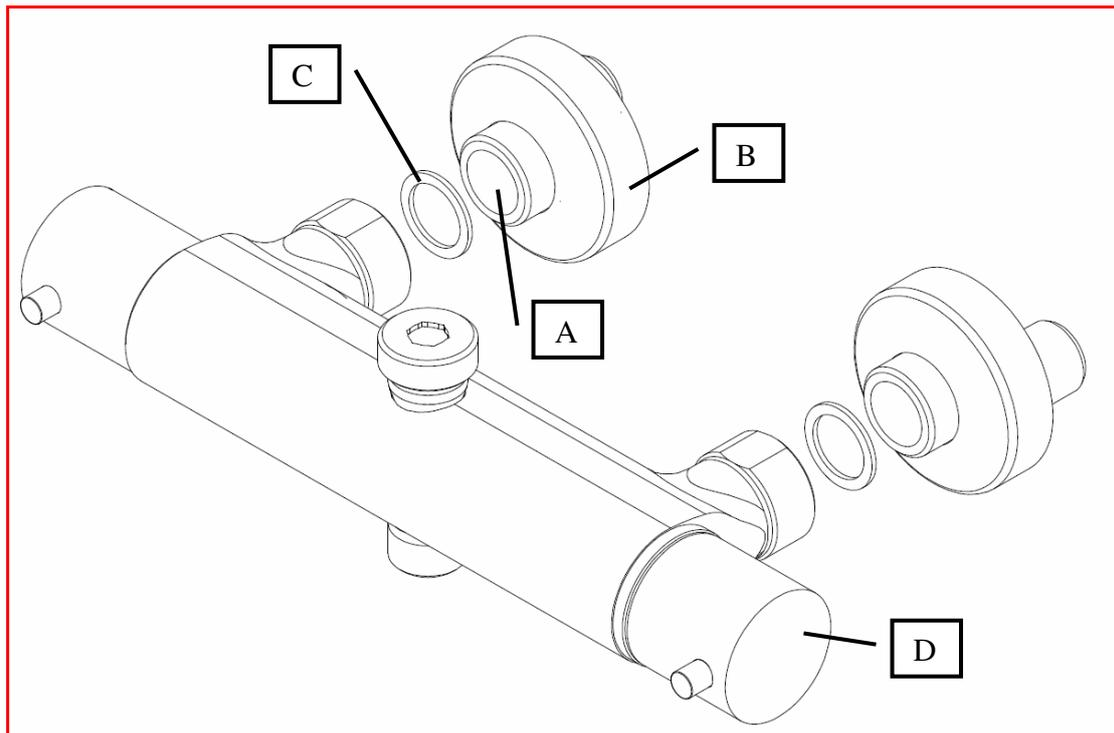

FIG. 1 – INSTALLAZIONE.
1 – CON RIFERIMENTO ALLA FIG. 1, DOPO AVER INSTALLATO GLI ECCENTRICI (A), VERIFICANDONE LA PLANARITA' E L'INTERASSE (150mm),PROCEDERE AL MONTAGGIO DEI ROSONI DI COPERTURA (B).